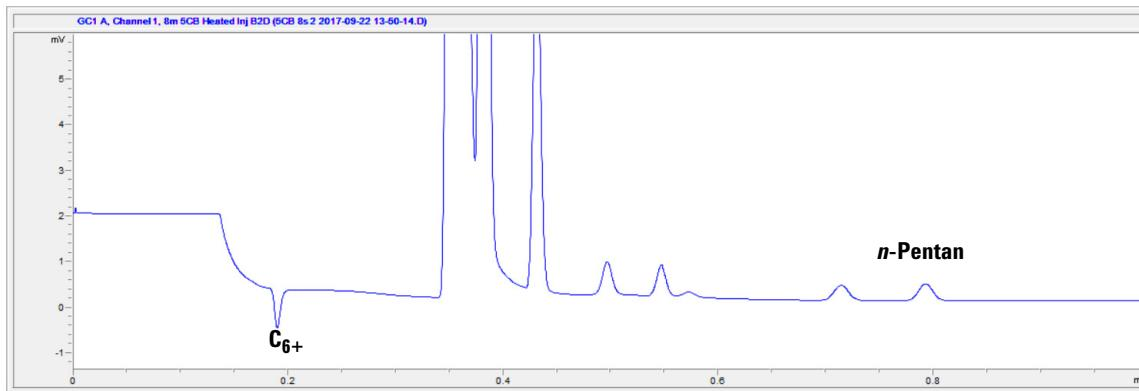

Abb.38 8m 5CB-Säule für die Erdgasanalyse
- 1 Die Rückspülzeit auf 0 s einstellen. Eine Analyse starten, um die Peaks aller eluierten Komponenten zu erhalten. Die Retentionszeit (RT) von *n*-Pantan und 2,2-Dimethylbutan aufzeichnen.
- 4 Einen Feinabgleich der BF-Dauer bis zu dem Datenpunkt des Auftretens des 2,2-Dimethylbutan-Peaks durchführen. Die BF-Dauer in Schritten von jeweils 0,1 s verringern und eine Analyse starten, bis der Peak verschwindet (Peakhöhe < 3 μ V). Die BF-Dauer für diesen Kanal auf diesen Wert minus 0,2 s einstellen. Eine typische „saubere“ Zeitdauer beträgt mit dem 8m 5CB BF2D-Kanal ungefähr 0,3-0,5 s (siehe Abbildung 38 auf Seite 84).